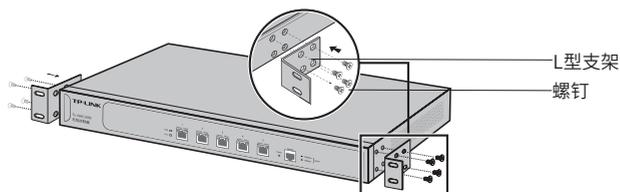

图2-2 支架安装示意图
2. 将配件中的两个L型支架分别安装在无线控制器面板的两侧，并用配件中提供的螺钉固定，如图2-2所示；